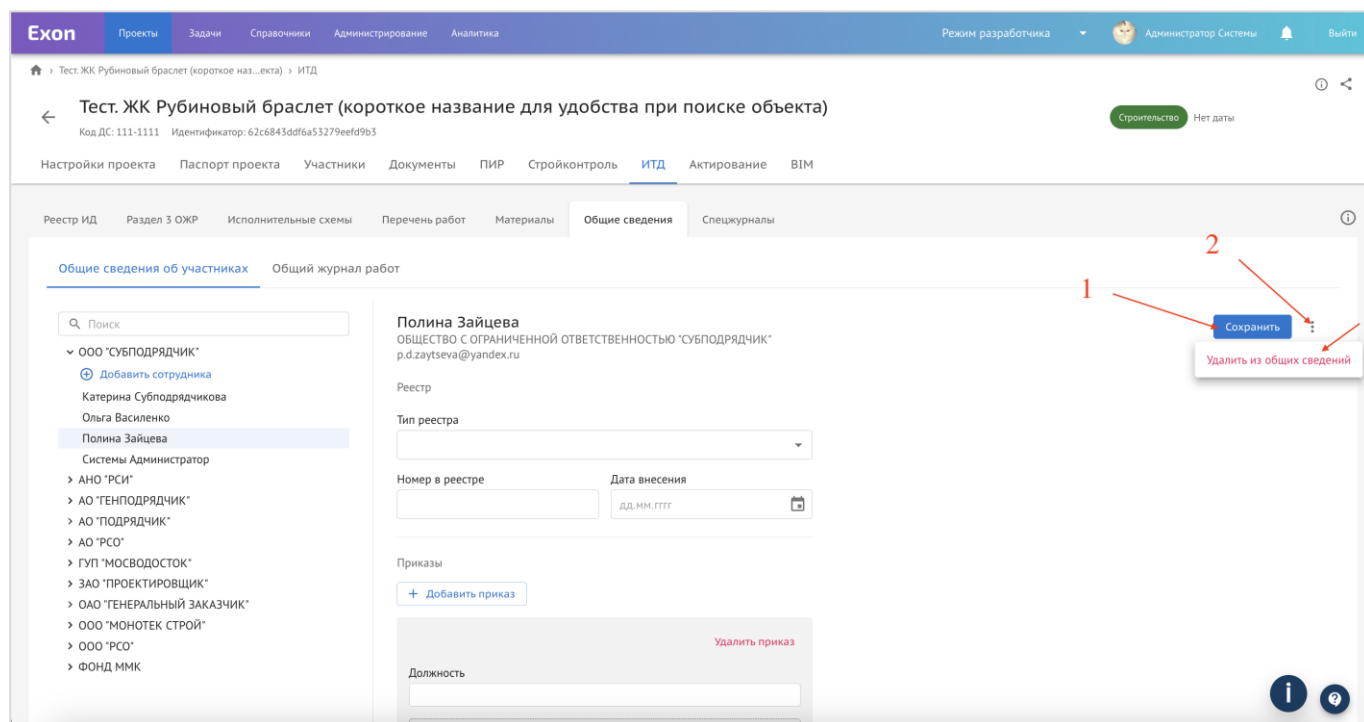

Рис. 6 – Сохранение внесенных данных о сотруднике
7. По окончании внесения данных о сотруднике, необходимо нажать «Сохранить» (1). При необходимости, приказ можно удалить (2) (рис. 6).